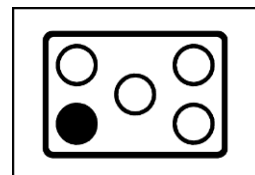

Fig. 3
- **Comandi del piano e loro utilizzo** - Sul pannello comandi, in corrispondenza di ciascuna manopola del rubinetto relativa al piano cottura, sono serigrafati 4 cerchi vuoti e uno pieno (Fig. 3). Il cerchietto pieno indica la posizione del bruciatore a gas comandato dalla relativa manopola.